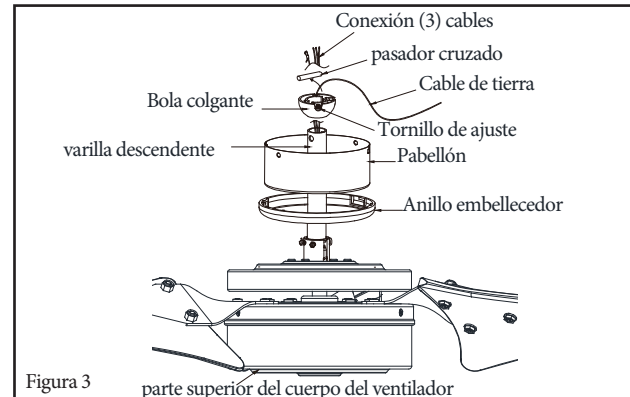

Figura 3
- 1 Deslice el anillo embellecedor y el dosel sobre la varilla bajante. (Figura 3)